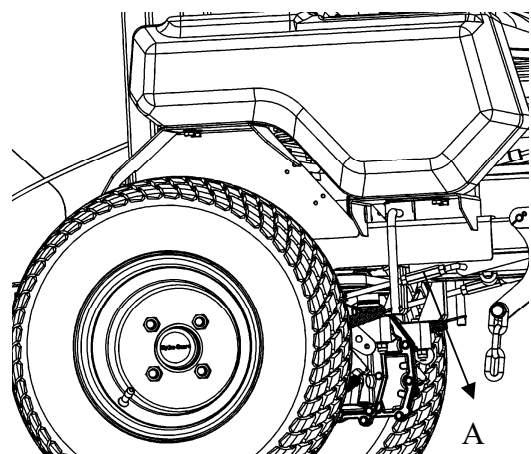

Fig. 21
- Si la roue droite doit être réglée, localisez la position A (reportez-vous à la Fig. 21).